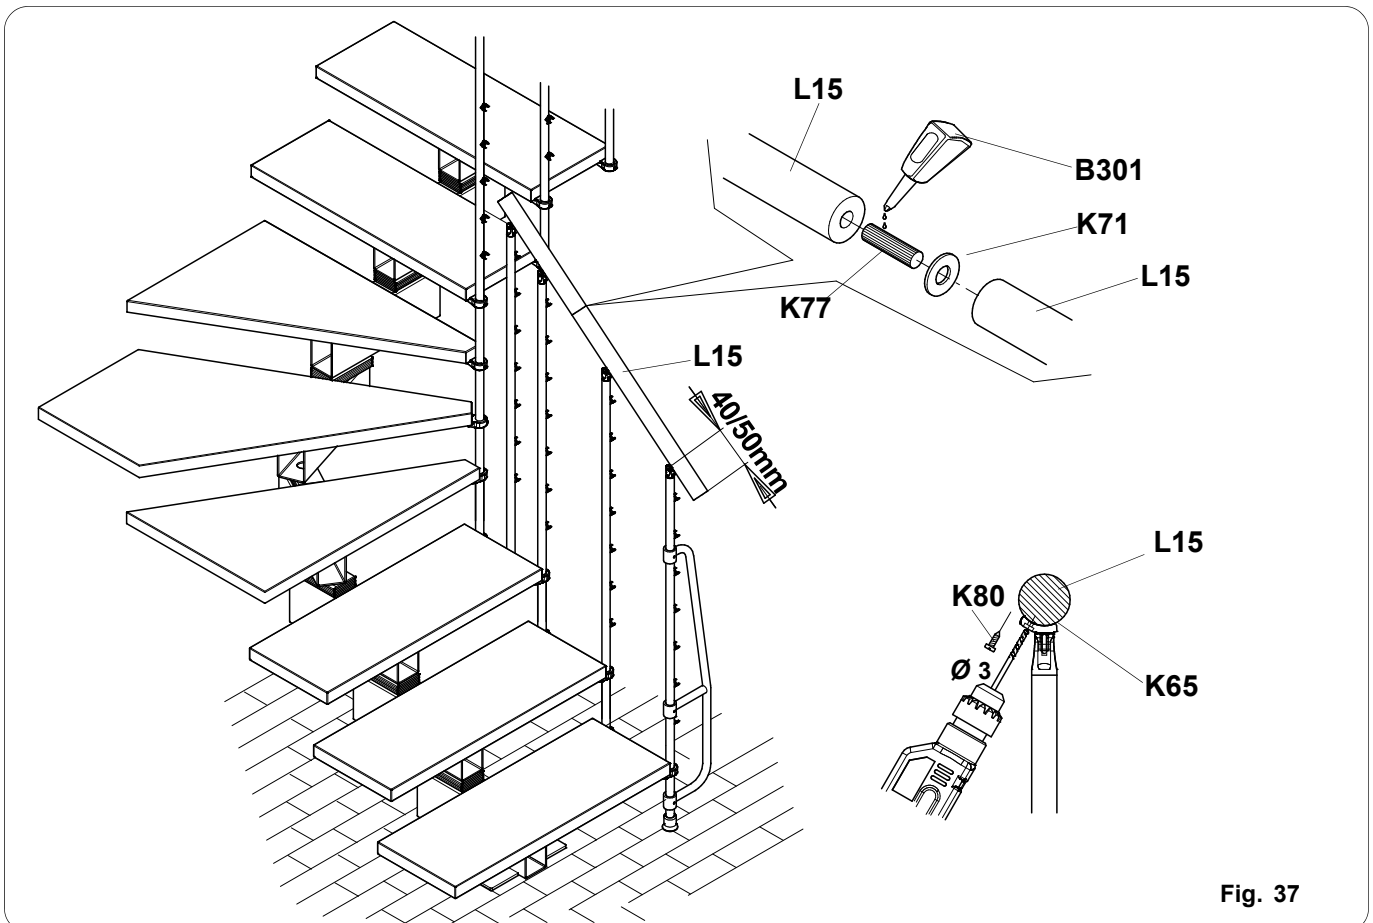

Fig. 37
- Poser la main courante sur le premier support, à une distance d'environ 40-50 mm de la première colonne. (fig. 37)